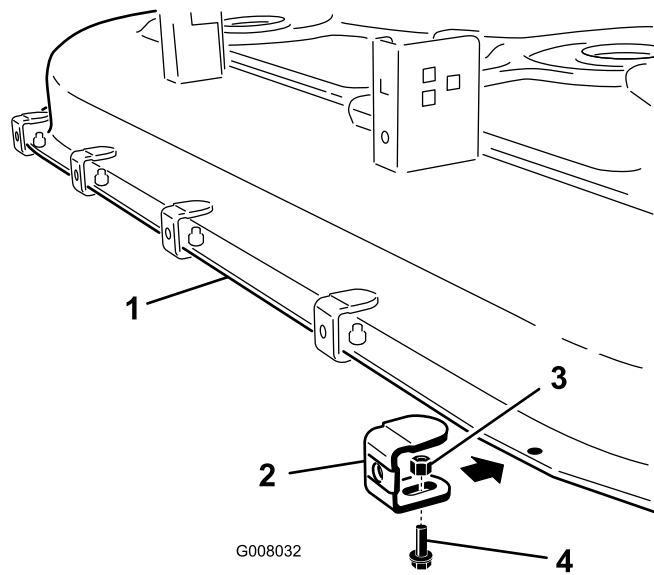

Figura 6
3. Instale los soportes ensamblados en los taladros indicados en (Figura 6) usando los cinco pernos (1/4